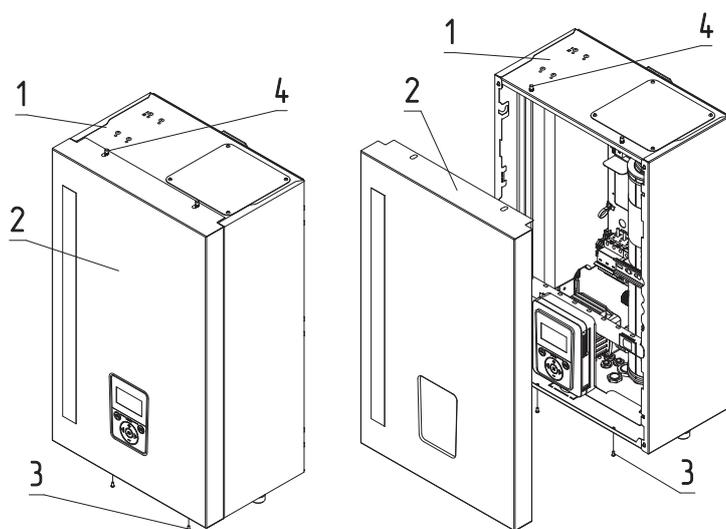

Рис.12 Снятие кожуха
- выкрутить болты крепления (рис.12 поз.3);
- переместить кожух вверх, сняв с зацепов (рис.12 поз.4);